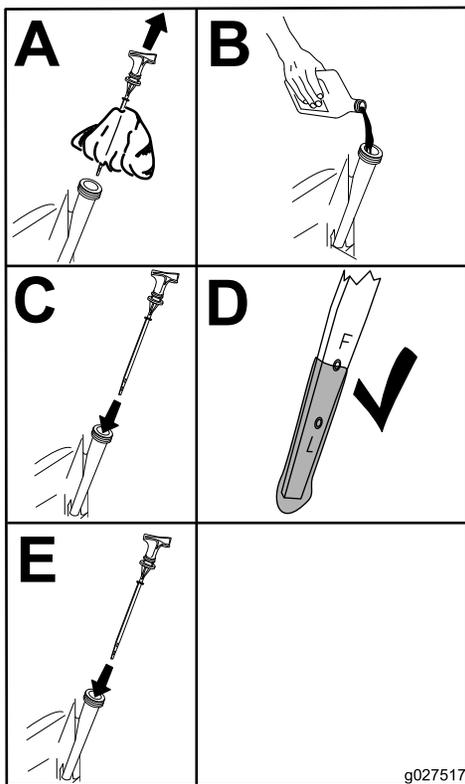

Figure 61
6. Versez lentement environ 80 % de l'huile spécifiée dans le tube de remplissage, puis faites l'appoint lentement jusqu'à ce que le niveau atteigne le repère maximum (Full) (Figure 61).